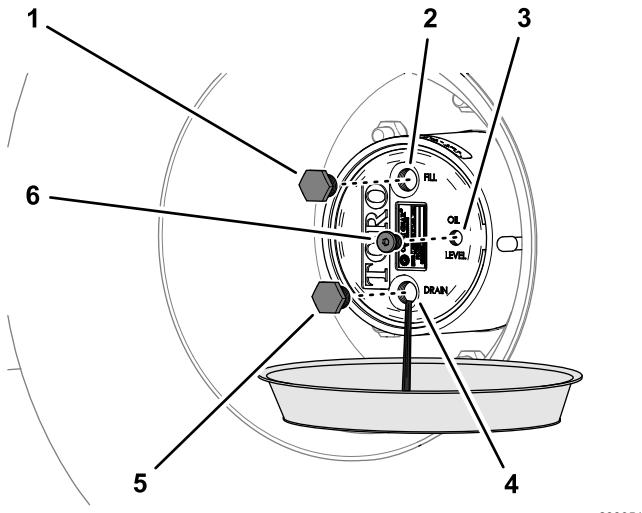

図 94
2. プラネタリギアドライブのハブの下にオイル回収容器を置き、ドレン用プラグ、補給用プラグ、点検用プラグを外してオイルが抜けるのを待つ図 94。